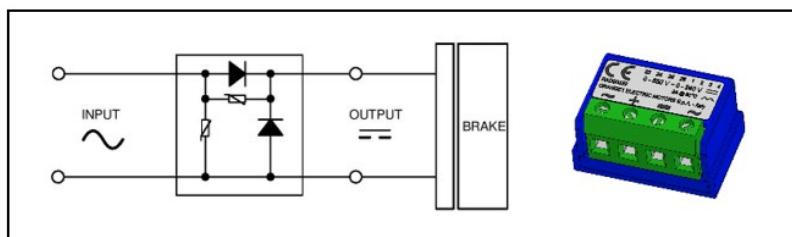

Fig. 5
Il freno utilizzato è in corrente continua (DC), pertanto il cavo del freno è collegato da ORANGE 1 LIFT MOTORS ad un raddrizzatore (Fig.5), che trasforma la corrente alternata in continua. La tensione in alternata come valore di input è indicata nella targa del motore elettrico, assieme alla tensione in uscita generata dal raddrizzatore (output) necessaria al freno per funzionare. La tolleranza sulla tensione è del $\pm 6\%$. Ad esempio per alimentare un freno a 100Vdc occorre un input al raddrizzatore di 230Vac.